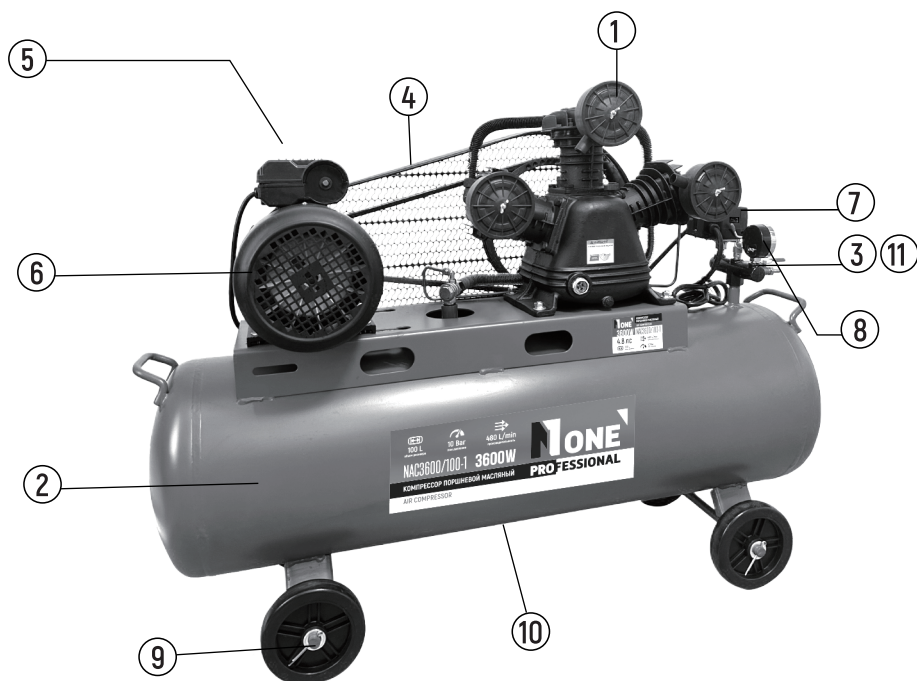

рис. 1
- Перед первым использованием проверить наличие масла в картере компрессора и при необходимости добавить по уровню (рис.1).